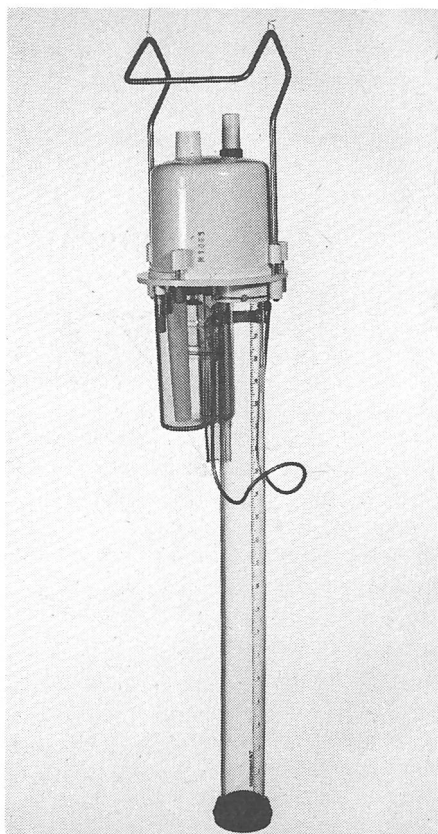

Abb. 1. Milkoskope I – Nur vorhandene, eingeführte Geräte sind zugelassen. Neu eingeführte Geräte sind nicht zugelassen.
- **Milkoscope I** (Abb. 1) bei vorhandenen Geräten, jedoch nicht bei Neuanschaffungen